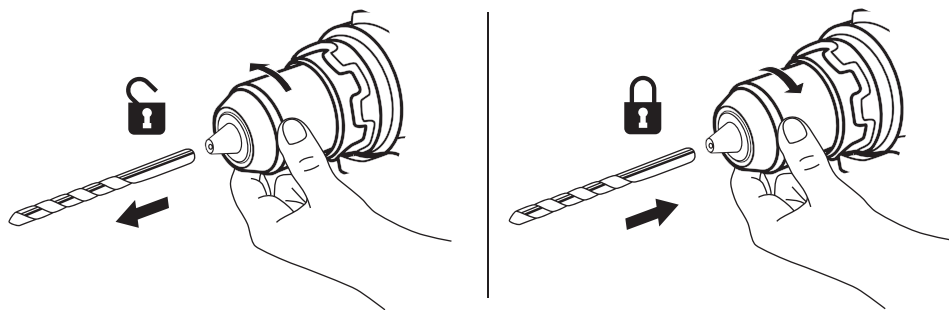

Рис. 7
- Вставьте чистое сверло до желобков для маленьких сверл или до упора для больших. Закройте патрон, повернув корпус патрона по часовой стрелке, и надежно затяните его рукой (Рис. 7).